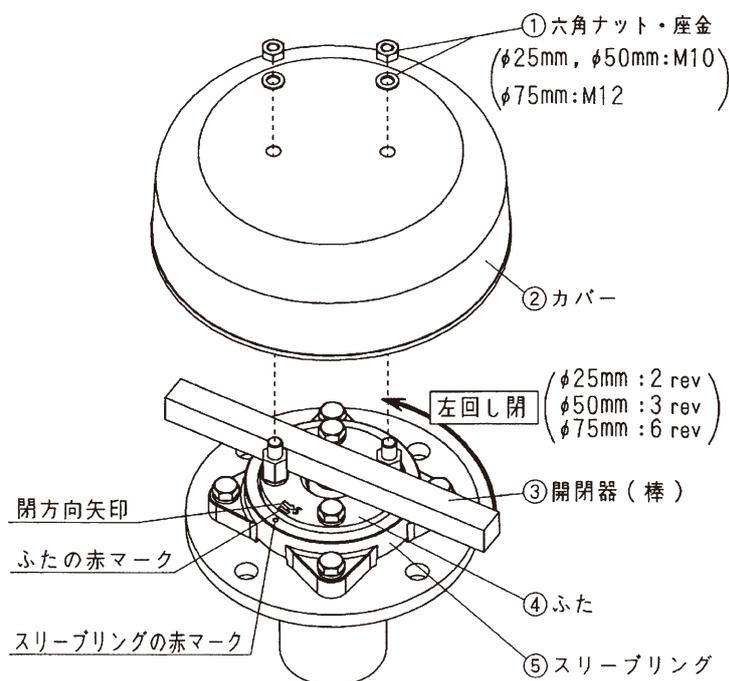
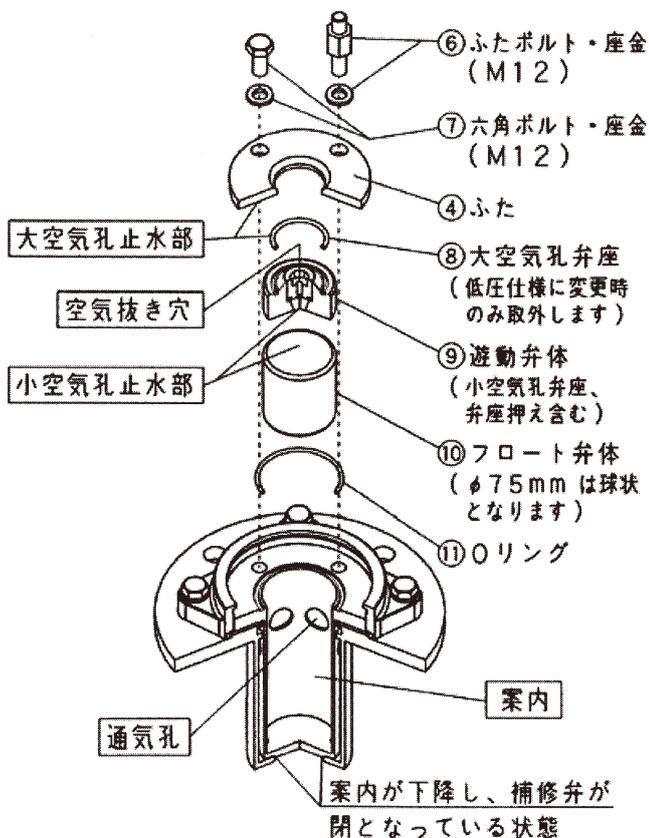
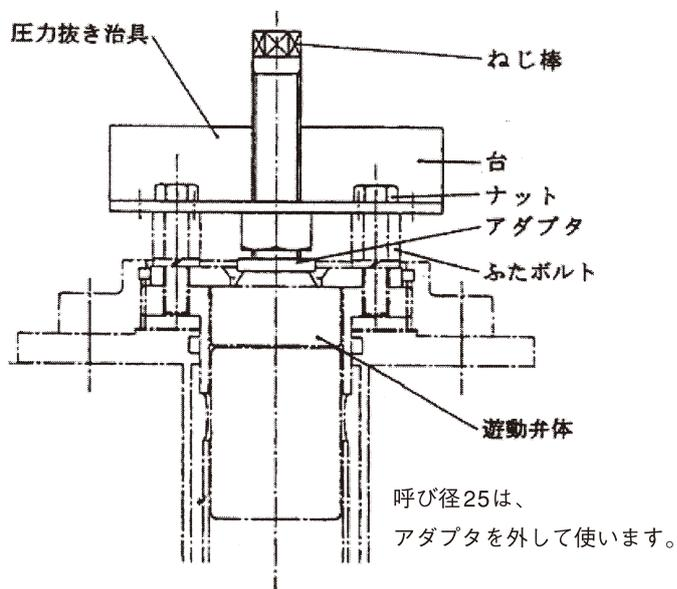

図 1
図 2
図 3
- (1) ①六角ナット・座金、②カバーを取り外します（図1）。
- (2) 補修弁を閉じます。図1の様に、二本のふたボルトに③開閉器（棒）を当て、ゆっくりと左に規定回転数回すと、案内が下降し補修弁が閉じます（図2参照）。この時、④ふた上面の赤マークと⑤スリーブリングの赤マークが一致します。
- (3) ⑥ふたボルト・座金、⑦六角ボルト・座金、④ふたを取り外します（図2）。弁内の残留圧力は、図3の様に圧力抜き治具（オプション）を⑥ふたボルトに取付け、ねじ棒を右に回し⑨遊動弁体を押し下げて圧力を抜いて下さい。圧力抜き治具が無い場合は以下の方法でも行うことができますが、できるだけ圧力抜き治具を使用下さい。
- (4) ⑨遊動弁体、⑩フロート弁体、⑪Oリングを取り出します (図2)。